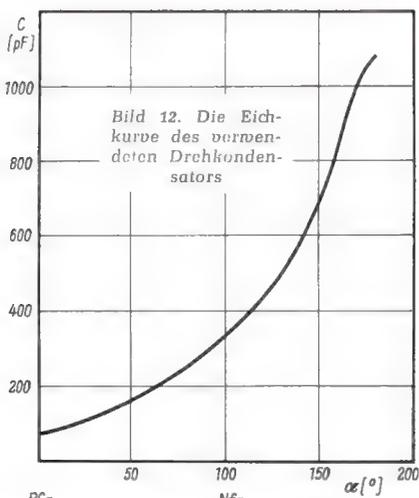

Bild 12. Die Eichkurve des verordneten Drehkondensators
Wenn ein guter Vergleichs-Tongenerator zur Verfügung steht, ist die Methode des Frequenzvergleichs anzuwenden. Einfacher läßt sich die Eichung erledigen, wenn ein Frequenzzeiger zur Verfügung steht. Beim RC-Generator besteht jedoch auch die interessante Möglichkeit einer Absoluteichung. Zu diesem Zweck muß man den Kapazitätsverlauf des Drehkondensators in Abhängigkeit vom Drehwinkel kennen. Der Drehkondensator wird vom Verstärker abgeschaltet und mit einer kapazitätsarmen Zuleitung an eine Meßbrücke angeschlossen. Er soll dabei seine spätere Lage im Gehäuse haben, damit alle Streukapazitäten wie im Betriebszustand vorhanden sind; auch C 3 bleibt angeschaltet. Die Skala erhält eine Teilung von 0...180°. Dann wird zum Beispiel alle 10° die Kapazität gemessen und, um die Zuleitungskapazität verringert, auf Millimeterpapier aufgetragen. Es entsteht eine Kurve wie in Bild 12. Aus Gleichung (3) errechnet man sich die Kapazitäten für die gesuchten Skalenpunkte 250 Hz, 300 Hz, 350 Hz usw. Aus der Kurve kann man dann die zugehörigen Winkel ablesen. Diese Eichung ist wegen der hohen Genauigkeit der Brückenmessung genauer als der Phasengang des Verstärkers.